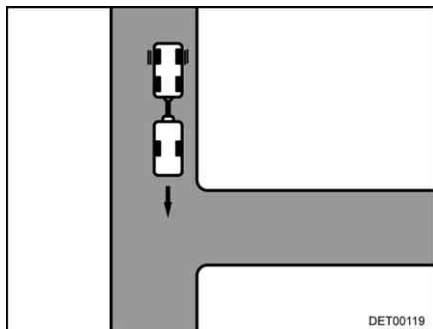

Fig. 16 Manœuvre à effectuer
- Se déplacer vers l'entrée, jusqu'à ce que l'arrière de la caravane se trouve, à peu près, à la hauteur de l'entrée (Fig. 16).